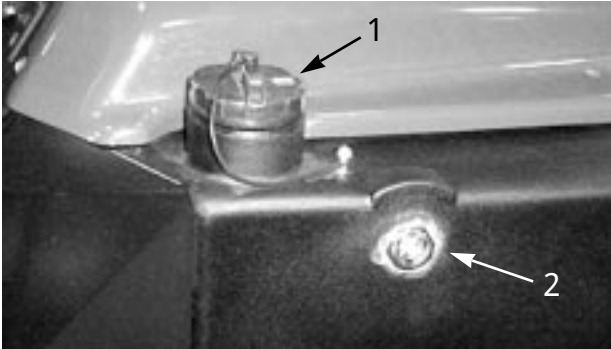

図 27
2. 油圧オイルタンクの側面についている点検窓(図27)でオイルの量を点検する。オイルが冷えている状態で窓の下のフチまであればよい。オイルが熱い状態では窓の中央部まであればよい。